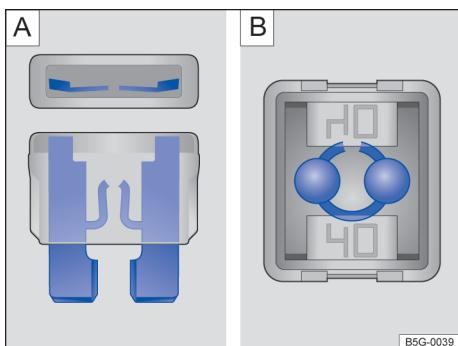

图 118 已熔断的保险丝：[A] 扁平片式保险丝、[B] 方块式保险丝
- **扁平片式保险丝 (ATO[®], MINI[®], MAXI[®] / MAXI+[®])** 可通过包裹金属片的透明壳体顶部和侧面观察其内的金属片熔化状态鉴别其是否熔断 → 图 118 [A]。
- **方块式保险丝 (JCASE[®])** 可通过透明壳体顶部观察其是否熔断 → 图 118 [B]。